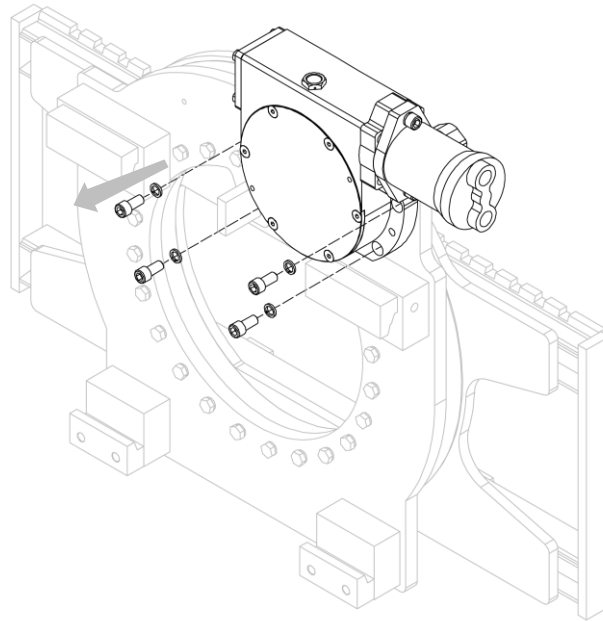

Abbildung 38
3. Schrauben Sie das Motor-Getriebe-Paar vom Rahmen des Geräts (siehe *Abbildung 38*).